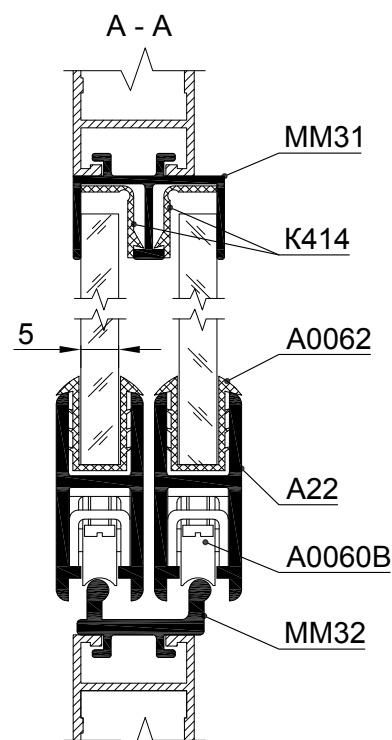

Рис. 5.20
1. Собрать раздвижные дверки (см. рис. 5.20):